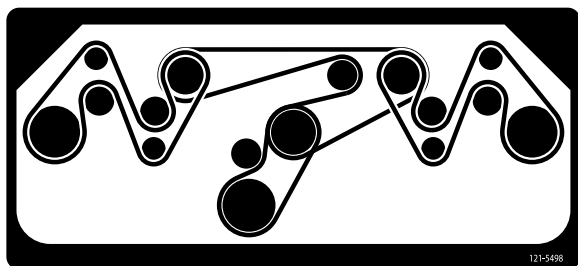

Рисунок 26
4. Проложите новый ремень вокруг шкивов и натяжного шкива в сборе, как показано на Рисунок 26.